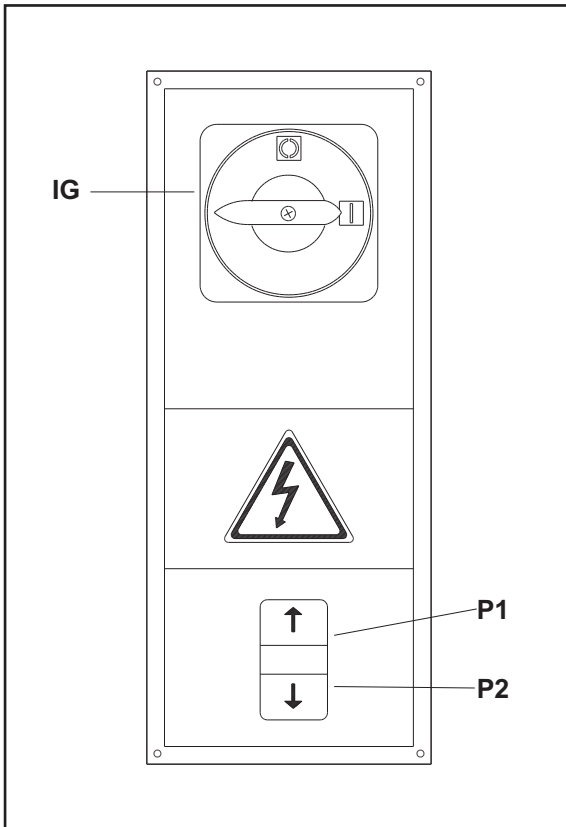

Fig.61 - Abb.61
- 3) Refermer la porte du coffret électrique, tourner l'interrupteur (IG, fig. 61) sur la position 1 et actionner le poussoir de montée (rep. P1, fig. 61). En cas de descente des chariots, inverser deux des fils de l'alimentation électrique.
- 3) Die Schalttafelabdeckung schliessen, den Hauptschalter (IG, Abb.61) auf 1 stellen, die Aufstiegstaste (Ref. P1, Abb. 61) drücken. Falls die beiden Schliitten absteigen sollten, sind die beiden Speisephasen umzukehren.
- 3) Cerrar la puertecita del cuadro eléctrico, poner el interruptor general (IG, Fig. 61) en laposición 1, pulsar el botón de subida (ref. P1, Fig. 61) y, en caso de que los carros bajasen, invertir las 2 fases de alimentación.
QUADRO COMANDI FIG.61
CONTROL BOX FIG.61
COFFRET DE COMMANDE FIG. 61
STEUERTAFEL ABB.61
CUADRO DE MANDOS FIG.61